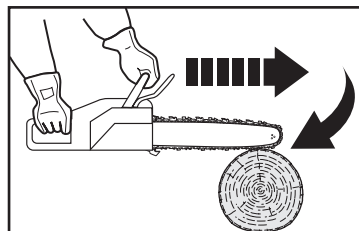

Fig. 24
1. Le pincement de la chaîne (8) sur la partie inférieure du guide-chaîne (9) peut tirer le produit vers l'avant, loin de l'opérateur (Fig. 24).